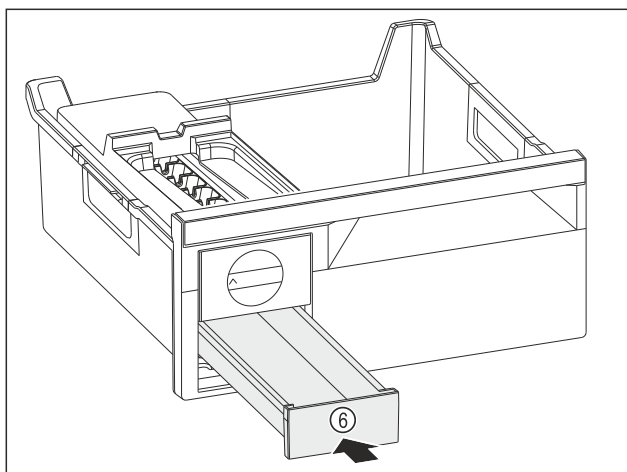

Fig. 135
- ▶ Predal za ledene kocke Fig. 135 (6) potisnite noter.